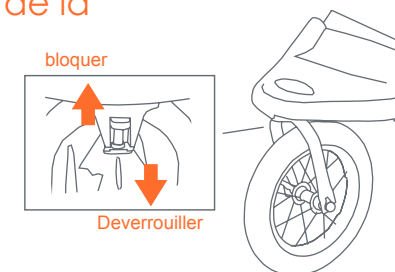

Fig. 12
- 12) • Le roue avant est équipée d'un dispositif de verrouillage pour les bloquer de pivoter. Levez le levier roue pour engager le verrou et poussez le levier vers le bas pour dégager le dispositif de verrouillage (Fig. 12).